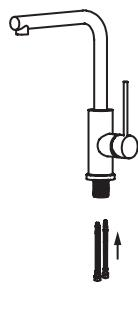

Рис. 2
- Присоедините гибкую подводку к смесителю (рис. 2).
- Connect flexible hoses to the faucet. (fig. 2).